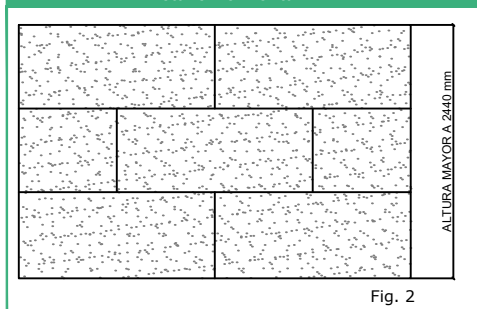

Fig. 2
- En paredes con mayor altura se deberán fijar las placas en sentido horizontal trabándolas entre sí (Fig. 2)